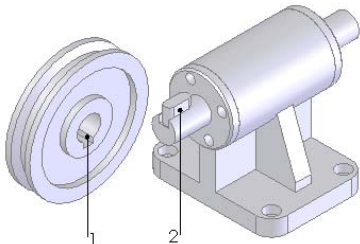
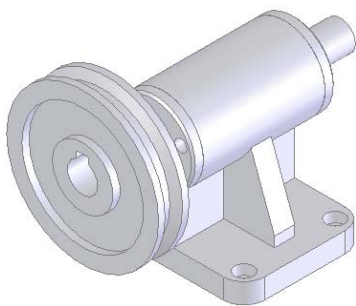

图 7-139 插入带轮后的视图
图 7-141 重合配合后的图形
**01** 插入零件。在菜单栏中选择“插入”→“零部件”→“现有零件/装配体”命令，插入带轮。具体步骤可以参考上面的介绍，将带轮插入到图中合适的位置，结果如图 7-139 所示。
**02** 添加配合关系。在菜单栏中选择“插入”→“配合”命令，将图 7-139 中的面 1 和面 2 添加为“重合”几何关系，注意配合方向为“反向对齐”模式，结果如图 7-140 所示。重复配合命令，将图 7-139 中的面 1 和面 2 添加为“重合”几何关系，注意配合方向为“反向对齐”模式，结果如图 7-141 所示。